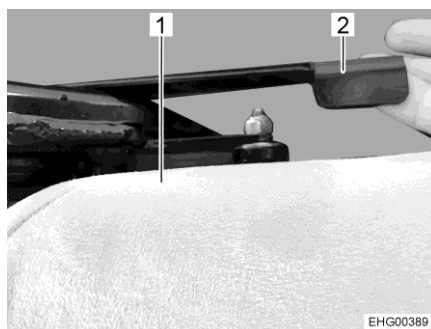

Bild 23 Ryggstöd, undre del
- Tryck spaken (Bild 23,2) längst ner på stolen uppåt.
- Ställ den nedre delen av ryggstödet (Bild 23,1) upprikt.